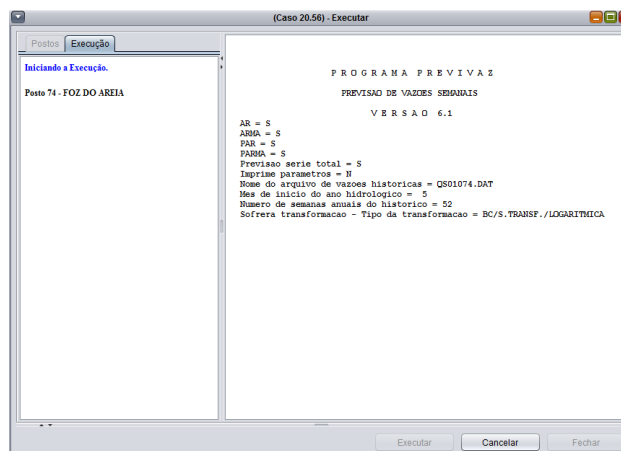

Figura 20 – Execução do Programa PREVIVAZ
A partir do momento em que não haja erros na validação dos dados, pode-se clicar no botão “*Executar*”. O programa irá gerar os arquivos de entrada para cada posto selecionado. Serão criados subdiretórios sob o diretório principal do caso (o diretório principal do caso é escolhido no momento da criação – item 2.2.3); o nome de cada subdiretório será o próprio código do posto. Em seguida, o Programa PREVIVAZ é executado (Figura 20).